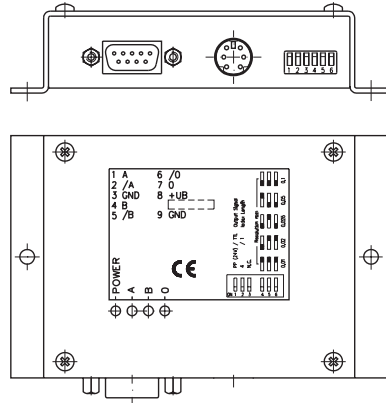

Abb. 1: Montage / Anschlüsse
Das Gerät ist für die Montage mittels Schraubbefestigung vorgesehen. Die seitlich an den Laschen vorhandenen Bohrungen können zum direkten Anschrauben verwendet werden. (s. Abb.1)
Die Ausgangssignale und die Versorgungsspannung werden über eine 9-polige D-SUB-Steckverbindung geführt. (siehe Abb.1)
- Lösen der vier Gehäuseschrauben (siehe Abb. 1)
Das Gerät initialisiert sich selbsttätig nach dem Einschalten. Die 'POWER'-Leuchtdiode auf der Oberseite des Gerätes leuchtet. (siehe Abb.1)